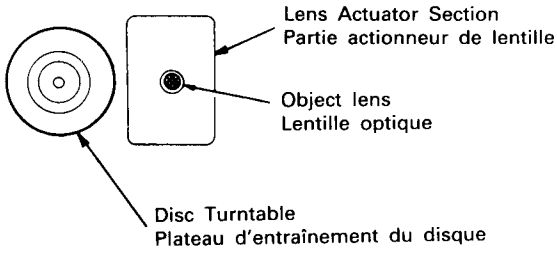

Fig. 9
**18. Checking the Object Lens. (Fig. 9)**
## 18. Vérification de la lentille optique (Fig. 9)